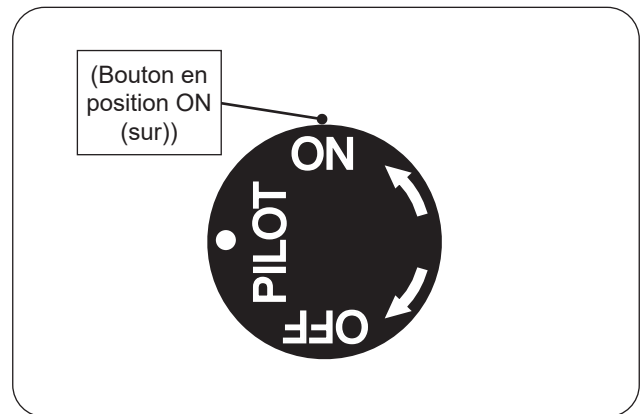

Fig. 62-1 Éclairage manuel
1. Assurez-vous que la veilleuse brûle. Tournez le bouton de commande dans le sens antihoraire ↺ ON (sur) pour allumer le brûleur (voir Fig. 62-1).